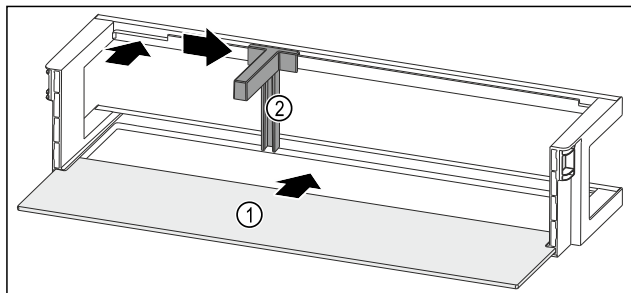

Fig. 152 Ajtópolc tárolólappal
- Tolja be a tárolólapot Fig. 152 (1) az oldalsó bemarásokba.
- Helyezze be a palacktartót Fig. 152 (2) a mélyedésbe.
- Tolja oldalra a kívánt pozícióba a palacktartót Fig. 152 (2).